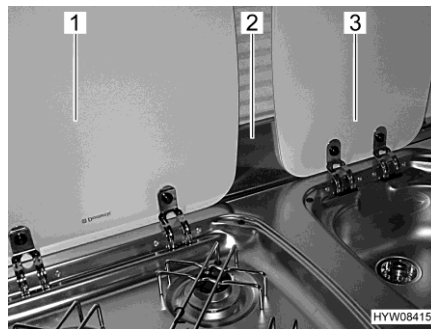

Fig. 141 Lastra proteggifiamma e coperture
Prima della cottura, agganciare la lastra proteggifiamma (Fig. 141,2) al telaio della finestra. La lastra proteggifiamma copre così l'area tra le coperture del lavandino (Fig. 141,3) e il fornello a gas (Fig. 141,1).
- Agganciare la lastra proteggifiamma (Fig. 141,2) al telaio della finestra.
- Aprire la copertura del fornello a gas (Fig. 141,1).